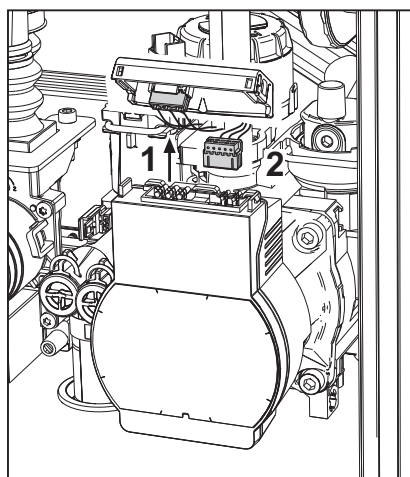

fig. 30
- Deconectați de la electricitate pompa de circulație deblocând conexiunile și ridicând elementul "1" din fig. 30.